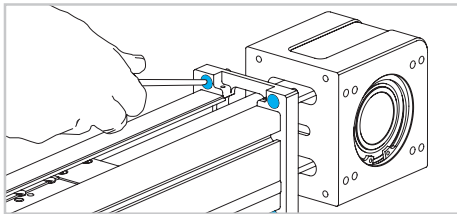

Abb. 14
- 14) Trennen Sie den Antriebskopf vom Profil, indem Sie die vier Schrauben lösen (Abb. 14)